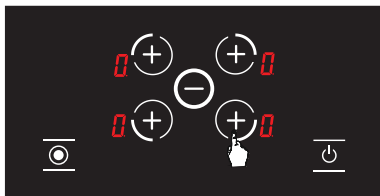

Рисунок 6
2. Нажмите нужную кнопку выбора конфорок. При первом нажатии символ будет отображаться на соответствующей конфорке. (См. Рисунок 6) Кроме того, кнопка выбора горелки будет служить после первого нажатия.